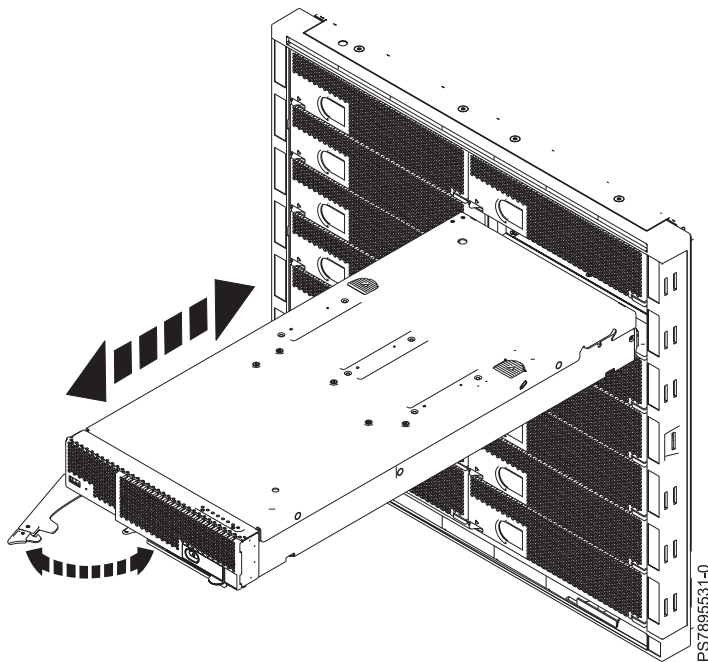

Figure 51. Installation du noeud de traitement dans un châssis IBM Flex System Enterprise
5. Vérifiez que la poignée de déverrouillage du noeud de traitement est en position ouverte (perpendiculaire au noeud de traitement, voir figure 51, à la page 97).